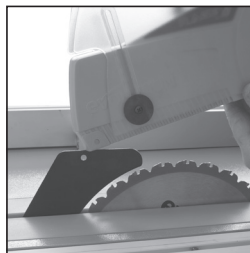

Fig. 8
- Ofrecer el protector de la hoja hacia arriba y sobre la lámina de seguridad asegurando que el agujero a través de las líneas de montaje de la Guardia de la hoja con el agujero en la lámina de seguridad. **(Fig. 8)**